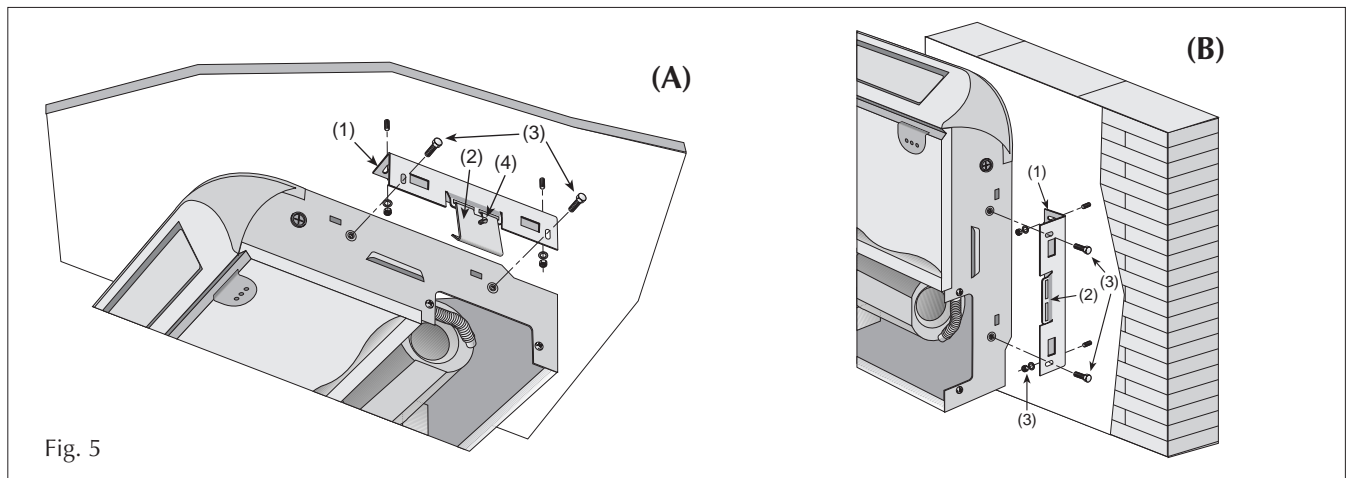

Fig. 5
- per l'installazione orizzontale: utilizzare il passaggio (1) oppure se si preferisce, il passaggio (2) per i collegamenti frigoriferi ed elettrici; per lo scarico della condensa, si consiglia d'usare l'apertura in corrispondenza a (3), così da permetterne il deflusso spontaneo; una volta scelto il passaggio, togliere dal telaio il semi-tranciato corrispondente;
- in caso d'installazione orizzontale, inserire sulle staffe (1, fig 5 A) precedentemente fissate alla parete i supporti (2) e le viti (4) fornite a corredo e posizionare l'apparecchio sulle staffe; avvicinandolo fino ad agganciare i supporti (2) alle feritoie centrali (5) poste sui due lati dell'apparecchio; una volta rilasciata, la macchina resterà appesa; attenzione: in caso d'installazione verticale (fig. 5 B), il supporto (2) non viene usato e bisogna sorreggere l'unità in prossimità delle staffe (1) fino al definitivo fissaggio;
- stringere i bulloni (3) (fig 5) e fissare l'apparecchio; se l'installazione è orizzontale, è preferibile dare una leggera pendenza verso il basso alla parte retrostante dell'apparecchio; per evitare vibrazioni, stringere le viti (4) fino a bloccare i supporti (2);
- horizontal installation: use either passage (1) or (2) for electrical and refrigerant lines; for condensate drainage lines, use opening (3) to ensure natural run off; once the passage has been selected, remove the push-out from the corresponding contact block;
- in the case of horizontal installation, insert supports (2) and the screws supplied (4) in the brackets (1, fig. 5 A) previously fastened to the wall; position the unit on the brackets in such a way that the supports (2) fit into the central slots (5) on the side of the unit; once released, the unit will remain suspended; in the case of vertical installation (fig. 5 B), the support (2) cannot be used; the unit must be held in position near the brackets (1) until it is fastened in place;
- tighten the bolts (3) (fig. 5) to fasten the unit; if installation is horizontal, the unit should be positioned to incline slightly towards the rear; to prevent vibrations, tighten the screws (4) until the supports are locked into place (2);
- pour l'installation horizontale: on doit utiliser le passage (1) ou, si on préfère, le passage (2) pour les raccordements frigorifiques et électriques; pour l'évacuation de la condensation, il est conseillé d'utiliser l'ouverture en regard de (3), de façon à en permettre l'écoulement spontané. Une fois le passage choisi, retirer du châssis le disque prédécoupé correspondant;
- en cas d'installation horizontale, insérer les supports (2) et les vis (4) livrées de série sur les étriers (1, fig. 5 A) précédemment fixés sur le mur et placer l'appareil sur les étriers, en l'approchant jusqu'à accrocher les supports (2) dans les fentes centrales (5) situées sur les deux côtés de l'appareil; une fois lâché, l'appareil restera accroché. Attention: en cas d'installation verticale (fig. 5 B), le support (2) n'est pas utilisé et on doit soutenir l'unité à proximité des étriers (1) jusqu'à sa fixation définitive;
- serrer les boulons (3) (fig. 5) et fixer l'appareil; si l'installation est horizontale, il est préférable de donner une légère pente vers le bas à la partie arrière de l'appareil; pour éviter les vibrations, serrer les vis (4) jusqu'à bloquer les supports (2);
- bei Deckeninstallation: den Durchgang (1) oder, falls man es vorzieht, den Durchgang (2) für die Kältemittel- und Stromanschlüsse verwenden; für den Kondensatauslaß wird empfohlen, den Durchgang auf der Höhe von (3) zu verwenden, um den spontanen Abfluß zu ermöglichen; nachdem der Durchgang gewählt wurde, von der Anschlußhalterung die entsprechende Vorstanzung entfernen;
- bei Deckeninstallation an den zuvor an der Decke befestigten Bügeln (1, Abb. 5 A) die Halterungen (2) und die mitgelieferten Schrauben (4) einsetzen und das Gerät an den Bügeln anbringen; das Gerät annähern, bis sich die Halterungen (2) in den mittleren Schlitzen (5) an beiden Seiten des Gerätes einhaken; das Gerät ist nun aufgehängt und kann losgelassen werden; Achtung: bei Bodeninstallation (Abb. 5 B) wird die Halterung (2) nicht benutzt, und die Einheit muß in der Nähe der Bügel (1) bis zur endgültigen Befestigung gestützt werden;
- die Schrauben (3) (Abb. 5) anziehen und das Gerät befestigen; bei der Deckeninstallation sollte die Geräterückseite leicht nach unten geneigt werden; um Schwingungen zu vermeiden, die Schrauben (4) anziehen, bis die Halterungen (2) blockiert sind;